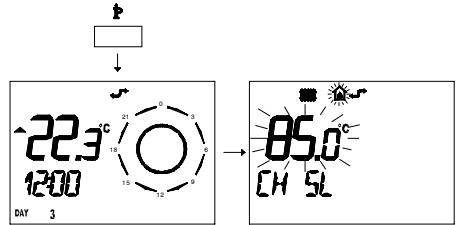

fig. 5.60
- 2 Premere per più di 3 secondi il pulsante per entrare in modalità *I NFO*. (fig. 5.60)